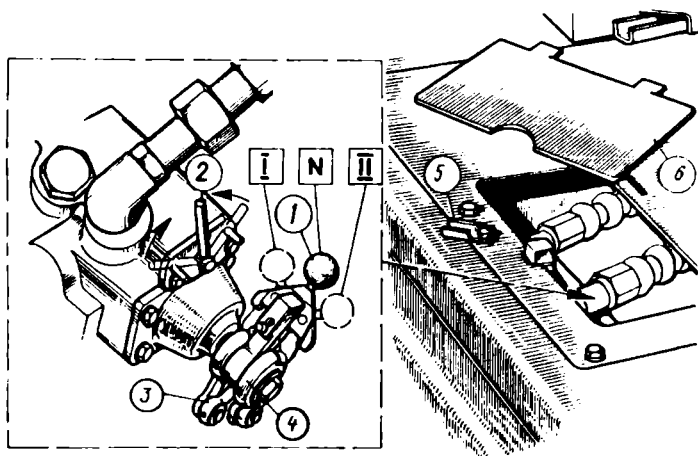

Рис. 33. Переключение способов регулирования силового (позиционного) регулятора:
4. Включите силовой способ регулирования, для чего приподнимите навесную машину над поверхностью почвы и переключатель 1 (рис. 33) введите в паз силового рычага 4 поворотом переключателя налево (по ходу трактора). Для более легкого включения перед вводом в паз переключатель отведите вперед (по ходу трактора) до совмещения с пазом на рычаге 4.
При работе на силовом способе регулирования как на пахоте, так и на культивации произведите настройку крана скорости коррекций 2 (рис. 33). Крайнее переднее (по ходу трактора) положение рукоятки крана обеспечивает наибольшую скорость выглубления орудия при коррекциях, поворот крана назад (по ходу трактора) снижает ее.
4. Включите позиционный способ регулирования, для чего переключатель 1 (рис. 33) введите в паз позиционного рычага 3 поворотом его вправо (по ходу трактора).